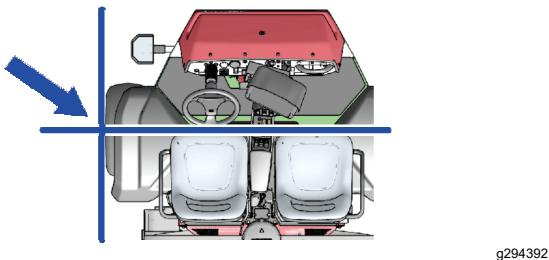

图 40
- 在新场地边界的起点处对齐左前轮胎的外侧中心部分图 40。